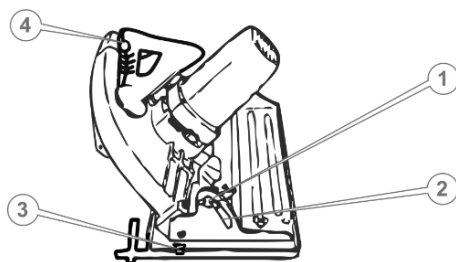

Рисунок 4. Регулювання кута різь
1. Встановити пилу на рівній чистій поверхні верстата у положення, як на рис. 4.
2. Послабити смушкову гайку (1, рис. 4) механізму регулювання кута різь.
3. Акуратно нахилити корпус пили відносно бази та встановити необхідний кут різь (у межах від 0 до 45 градусів), використовуючи градуйовану шкалу (2, рис. 4).
4. Надійно затягнути гайку (1, рис. 4) механізму регулювання кута різь.
1. викрутити притискний гвинт (1, рис. 4);
2. розташувати паралельну напрямну (3, рис. 4) у пазах металевої бази (2, рис. 4) та затиснути гвинт.